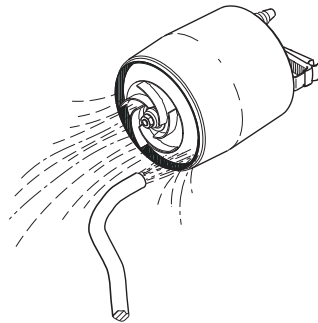

Fig. 12 Cómo purgar la bomba
4. Limpiar y purgar el interior de la bomba para extraer las posibles impurezas alojadas entre el motor y la camisa del motor. Limpiar el impulsor. Ver fig. 12.